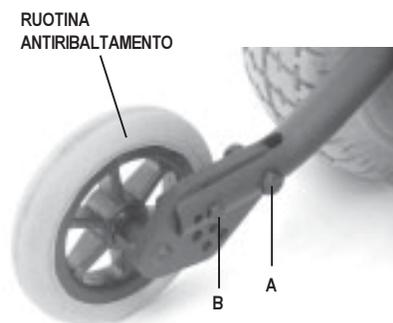

Figura 23. Gruppo ruotine antiribaltamento
1. Allentare il bullone A. Vedere la figura 23.